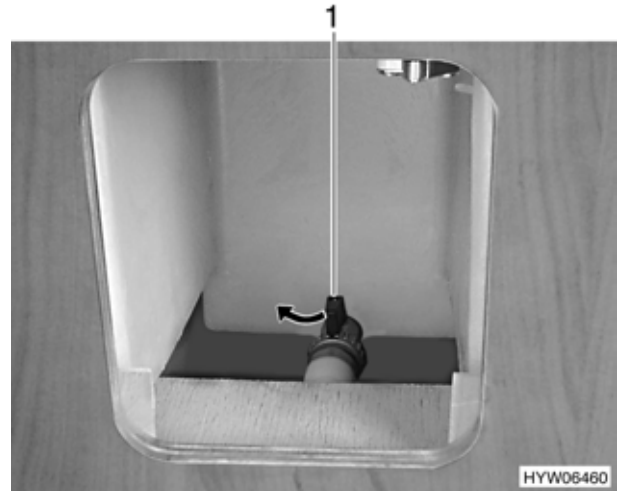

Bild 136 Frischwassertank, Wasserablasshahn, geöffnet (Variante 2)
Variante 2 (Bild 136):
- Wasserablasshahn (Bild 136,1) zum Schließen in Pfeilrichtung drehen.
- Wasser-Ablasshahn (Bild 136,1) öffnen.